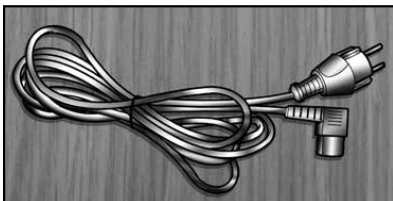

Fig. 4
- 1 câble d'alimentation (**Fig. 4**).